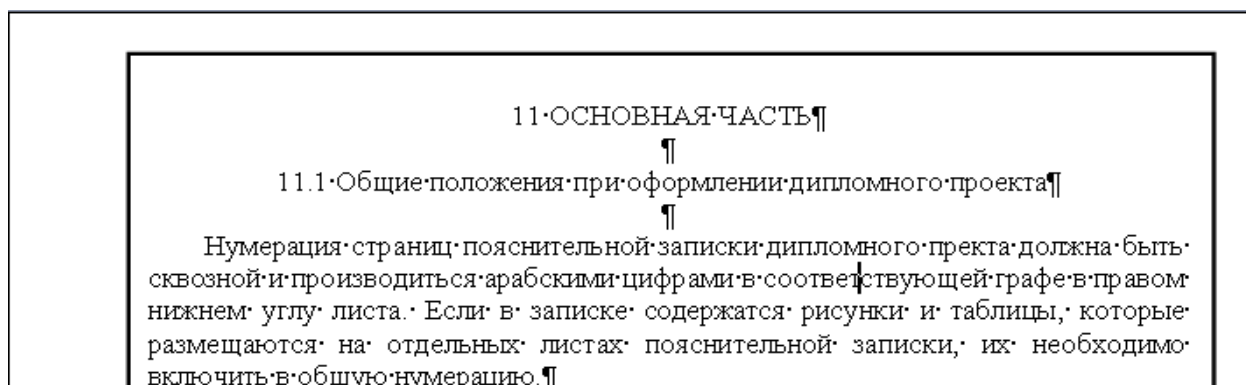

Рисунок 1 – Пример оформления заголовка и подзаголовка
8.3.5. Иллюстрации можно нумеровать арабскими цифрами СКВОЗНОЙ нумерацией. Если рисунок один, то он обозначается «Рисунок 1». Допускается нумеровать иллюстрации В ПРЕДЕЛАХ РАЗДЕЛА. В этом случае номер иллюстрации состоит из номера раздела и порядкового номера иллюстрации, разделённых точкой. Например – «Рисунок 1.1».